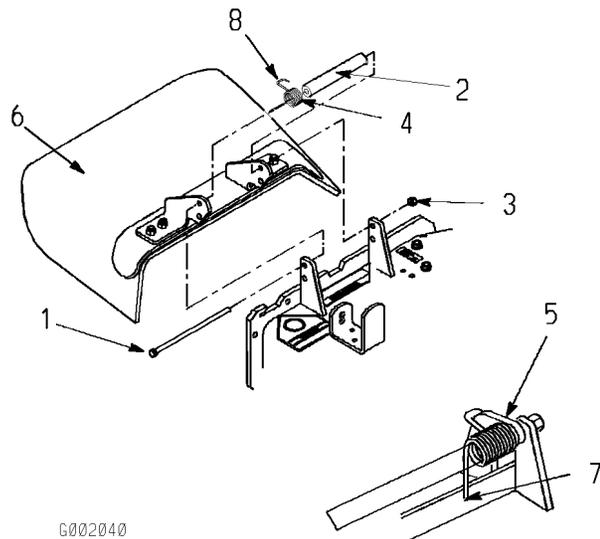

Figura 69
1. Retire la contratuerca, el perno, el muelle y el espaciador que sujetan el deflector a los soportes de pivote (Figura 69). Retire el deflector de hierba dañado o desgastado.
Nota: Asegúrese de colocar el extremo en **L** del muelle detrás del reborde de la plataforma antes de instalar el perno, según muestra Figura 69.
3. Instale el perno y la tuerca. Coloque el extremo en **J** del muelle alrededor del deflector de hierba (Figura 69).